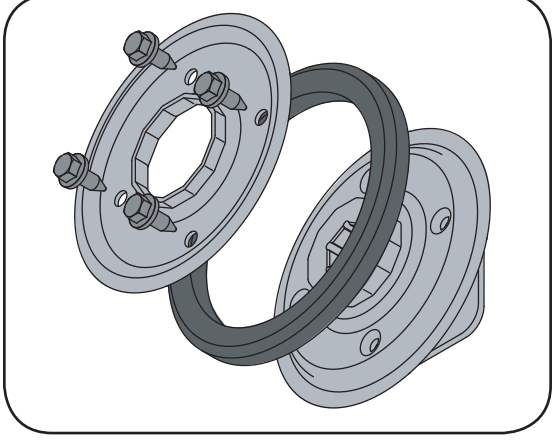

Figure 6-16
4. Enlevez les quatre vis qui maintiennent les plaques latérales de la roue de freinage. Voir la Figure 6-16.